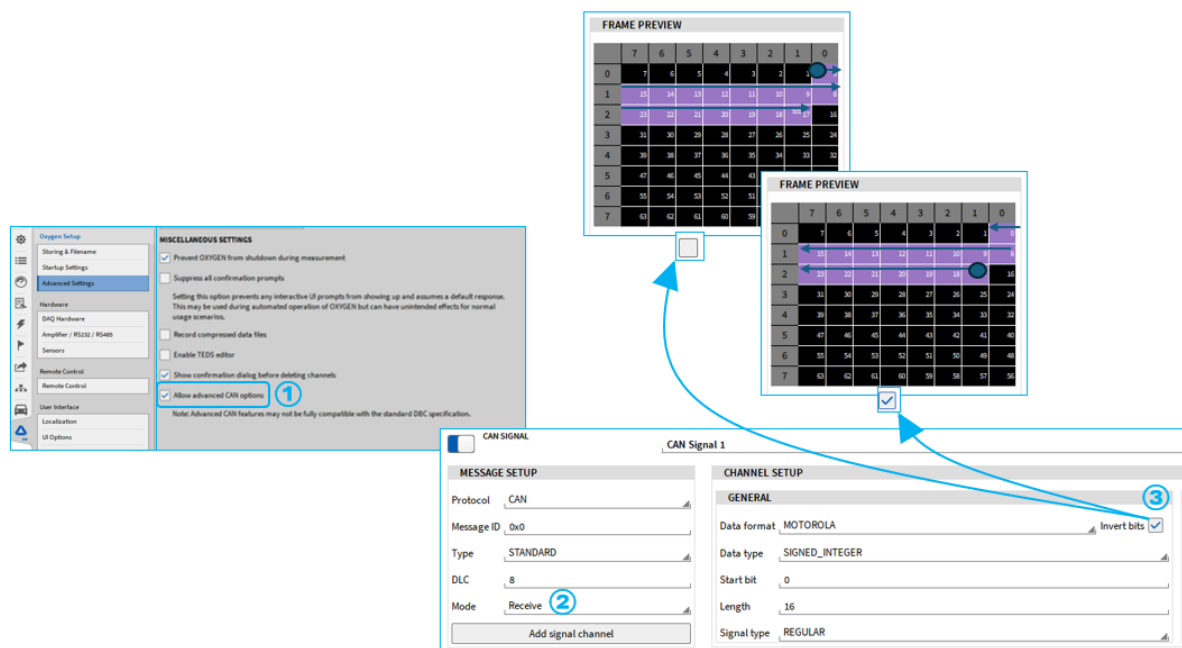

Fig. 7.209: CAN 位顺序反转
在接收设备发送的 CAN 消息时，也可以对 CAN 信号的位顺序进行反转。如果设备发送 CAN 信号时使用的位顺序与标准定义不同，则需要使用此功能。可在 CAN 信号设置中启用 *Invert bit order* (反转位顺序) 选项来实现位顺序反转 (参见 Fig. 7.209 中的 ③)。
在使用此功能之前，必须先将 CAN 消息设置为 *Receive* (接收) 模式 (参见 Fig. 7.209 中的 ②)。此外，还需要在 OXYGEN 高级设置中勾选相应复选框以启用该功能 (参见 Fig. 7.209 中的 ①)。CAN 信号的位顺序可对 Intel 和 Motorola 两种数据格式进行反转。